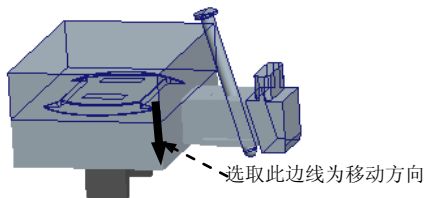

图 27.64 步骤 1 中要移动的第二组元件
Step6. 在系统的提示下, 选取图 27.64 所示的边线为移动方向, 然后在系统的提示下, 输入要移动的距离值-250, 并按 Enter 键。